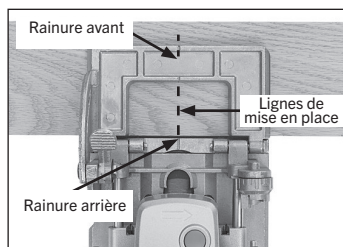

Figure 17. Machine à jointer alignée avec la pièce à usiner.
1. Placez le guide sur la pièce de façon à ce que la rainure avant et la rainure arrière s'alignent avec la ligne de disposition, comme illustré à la figure 17. Assurez-vous que la plaque frontale entre en contact avec le bord de la pièce.